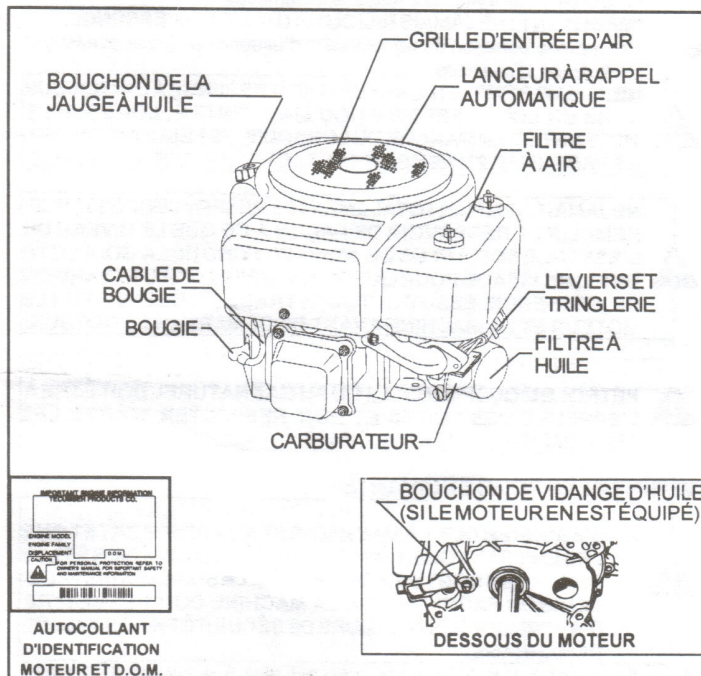

FIGURE 1
- Nettoyer autour du bouchon de remplissage d'huile (voir Figure 1).
- S'assurer que le fil haute tension est relié à la bougie d'allumage (Figure 1).
- S'assurer que l'interrupteur d'allumage du moteur et/ou le levier de commande du moteur ou de la machine est sur « MARCHÉ » (ON), « FONCTIONNEMENT » (RUN) ou « DÉMARRAGE » (START).